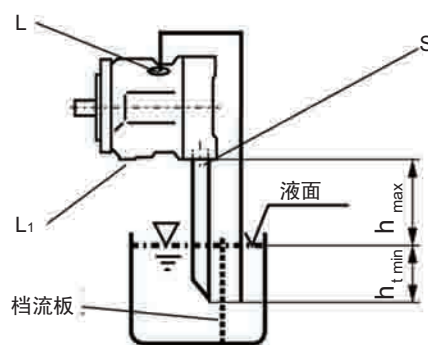

图4
- 当油箱的最低液面等于或低于泵的顶部时，安装条件按照 1.2.1、1.2.2，把“L₁”口堵住，“L”、“S”口的配管要求参见图 4，注意： $h_{t min}=200mm$
a) 如安装在油箱之上，请见图 4。